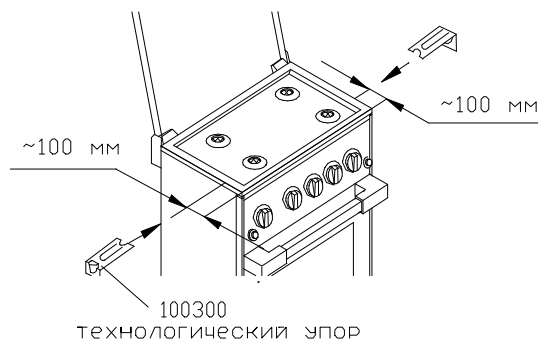

Рис.5
6.1 Демонтаж верхней панели (или стола) плиты (рис.5).
- взять технологические упоры 100300 (поставляются изготовителем для всех организаций, занимающихся по договору проведением обслуживания и ремонтом плит), вставить их в щель между верхней панелью и боковой стенкой согласно рис.5 и отжать зажимы, блокирующие панель;